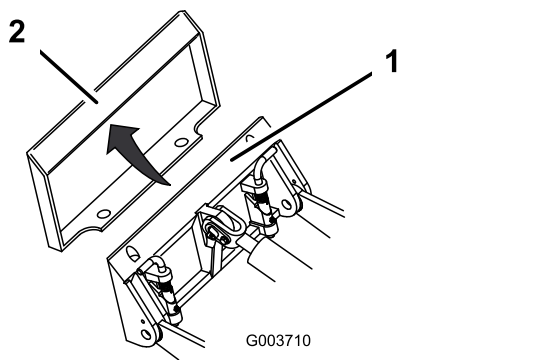

图 15
- 将安装板放置在附件接收器板的上唇口中 **图 15**。